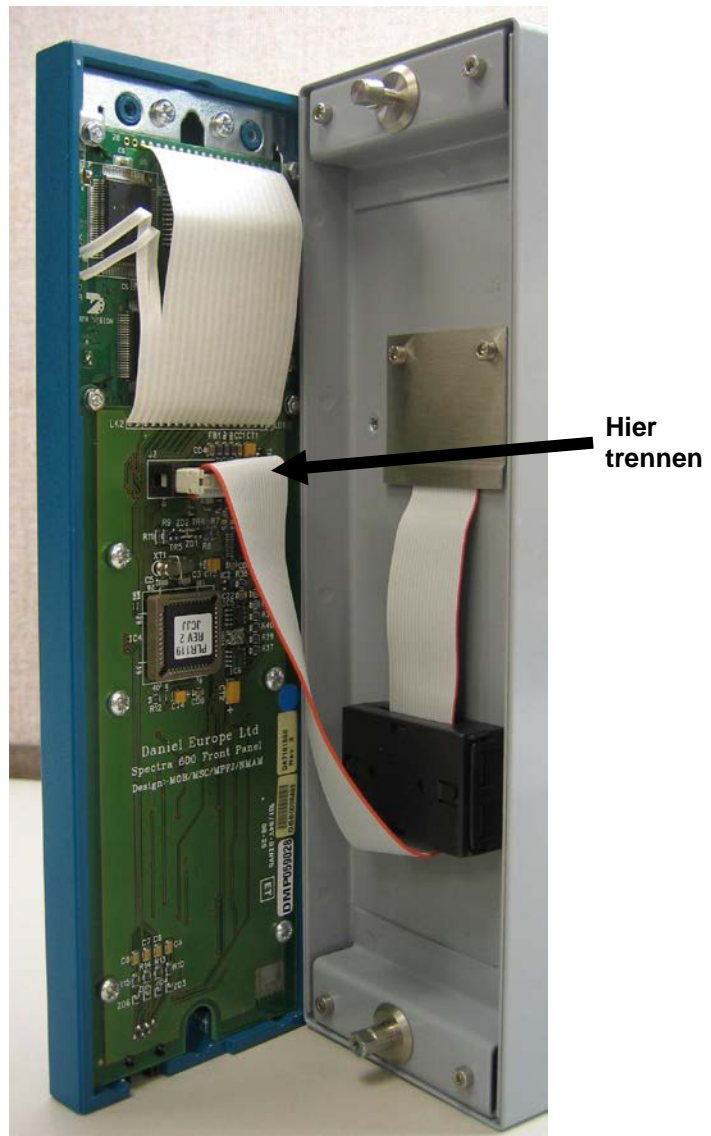

Abbildung 2-4. Steckverbinder entfernen
4. Trennen Sie das Flachbandkabel von der Rückseite der Frontplatte am blauen Anschluss (siehe *Abbildung 2-4*). Beachten Sie die Ausrichtung des Steckverbinders mit der Passfedernut. Sie müssen das Flachbandkabel am Ende des Installationsvorgangs wieder korrekt einstecken.